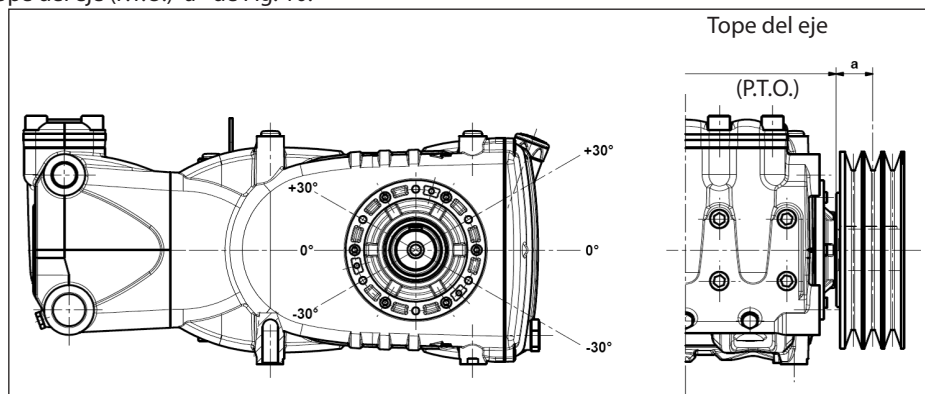

Fig. 10
La carga radial sobre el eje no debe ser superior a 4500 N (valor necesario para definir el Layout). La transmisión es considerada adecuada si tal carga es aplicada a una distancia máxima $a = 50$ mm del tope del eje (P.T.O) como se indica en la Fig. 10.
- b) Utilizar correas de alto rendimiento – por ejemplo **XPB** en lugar de **SPB** – ya que resultará necesario una cantidad inferior de correas en paridad de potencia transmitida y una consecuente distancia inferior de la resultante con respecto al tope del eje (P.T.O.) “a” de Fig. 10.